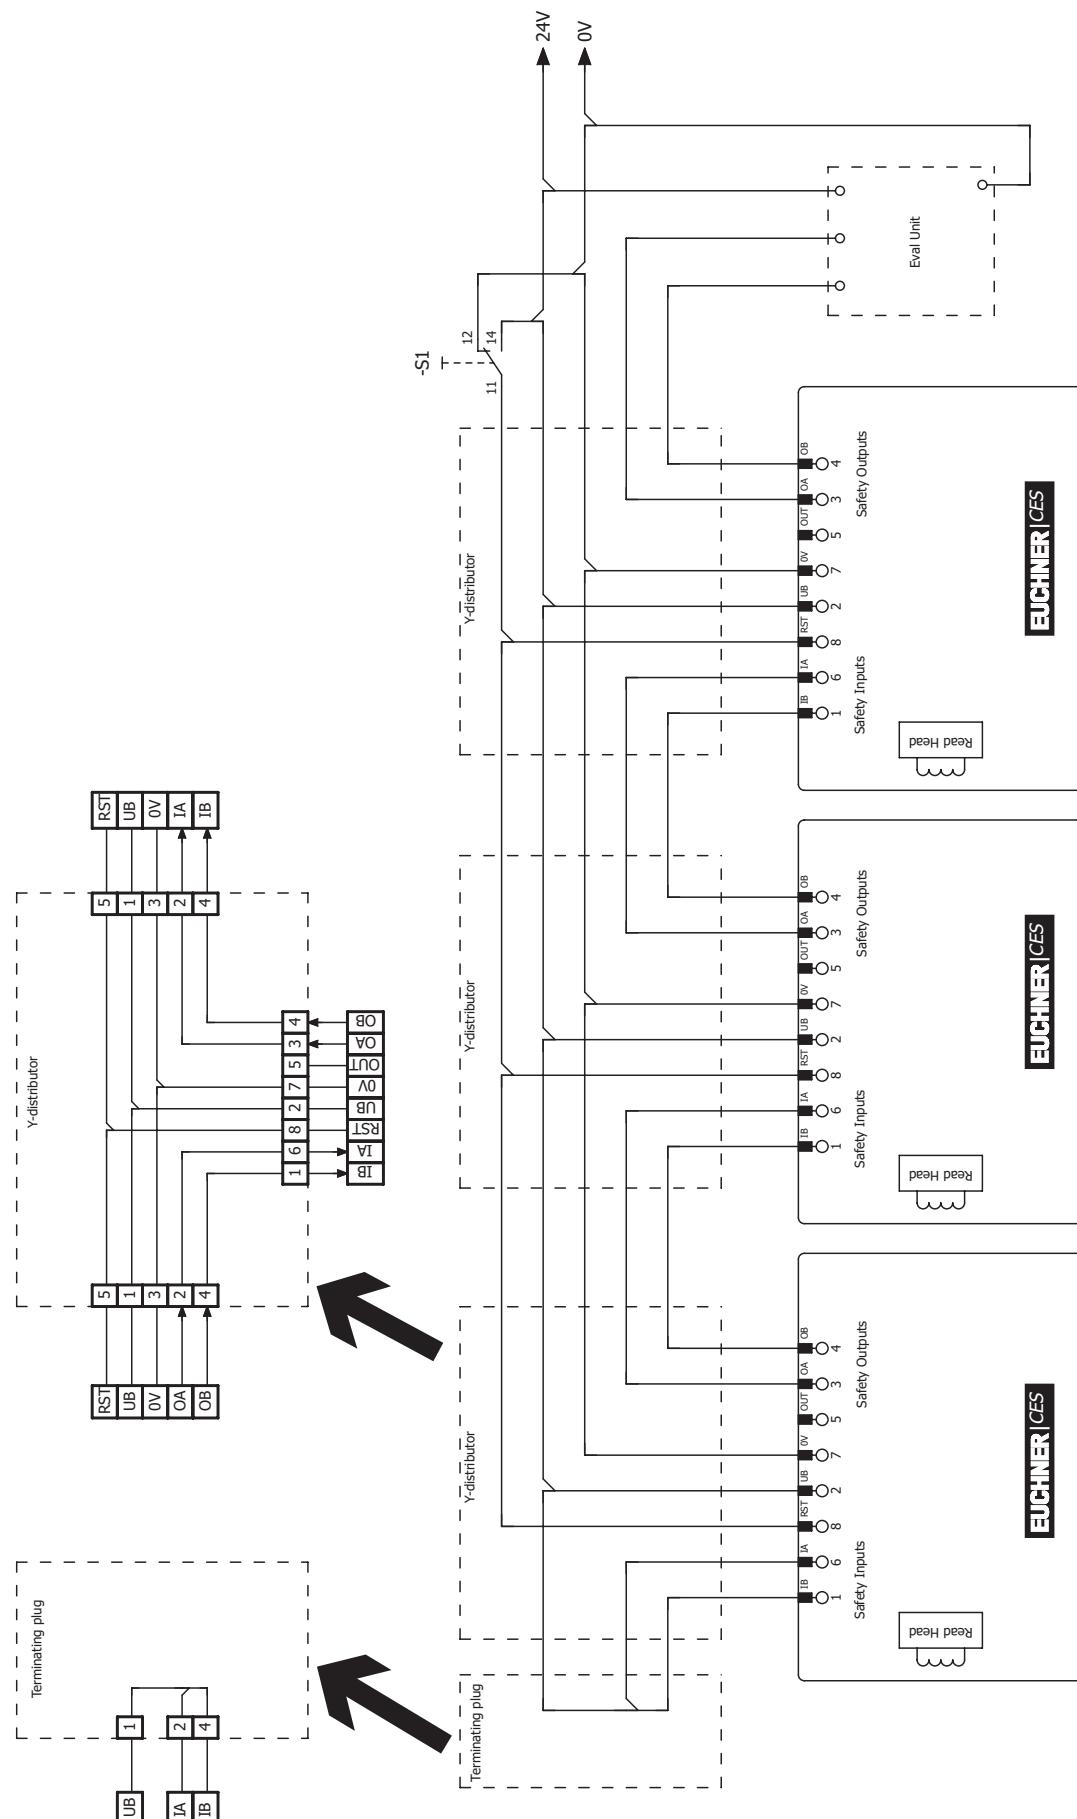

Fig. 4: Ejemplo de conexión en serie con restablecimiento (reset) y conmutador
- › Debe utilizarse una señal común para todos los interruptores de la cadena. Puede tratarse de un interruptor, pero también se puede utilizar la salida de un sistema de control. No deben utilizarse pulsadores, ya que el restablecimiento (reset) debe estar siempre conectado a GND durante el funcionamiento (véase el interruptor S1 en la Fig. 4 en la página 19).
Para que esto sea posible, la entrada RST debe conectarse como se muestra en la *Fig. 4 en la página 19*.